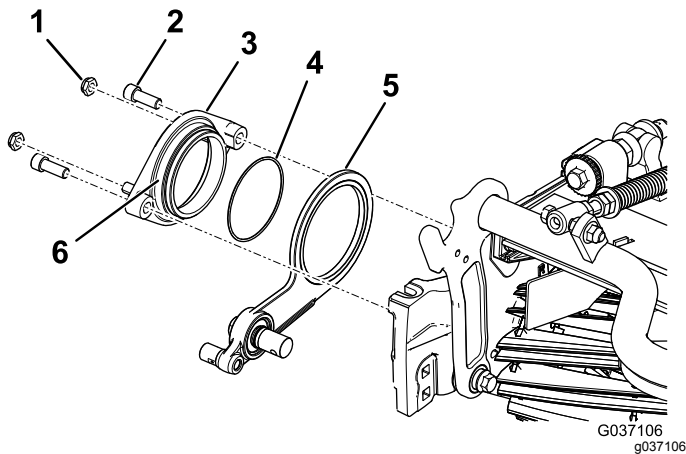

Figura 8
3. Applicate un composto frenafili sul diametro esterno del gruppo del mozzo girevole (Figura 8).
4. Fissate il mozzo girevole sul gruppo tendicinghia al cilindro utilizzando 2 bulloni a esagono incassato (Figura 8).
5. Montate, senza serrarli, i 2 dadi di bloccaggio sul mozzo girevole (Figura 8).